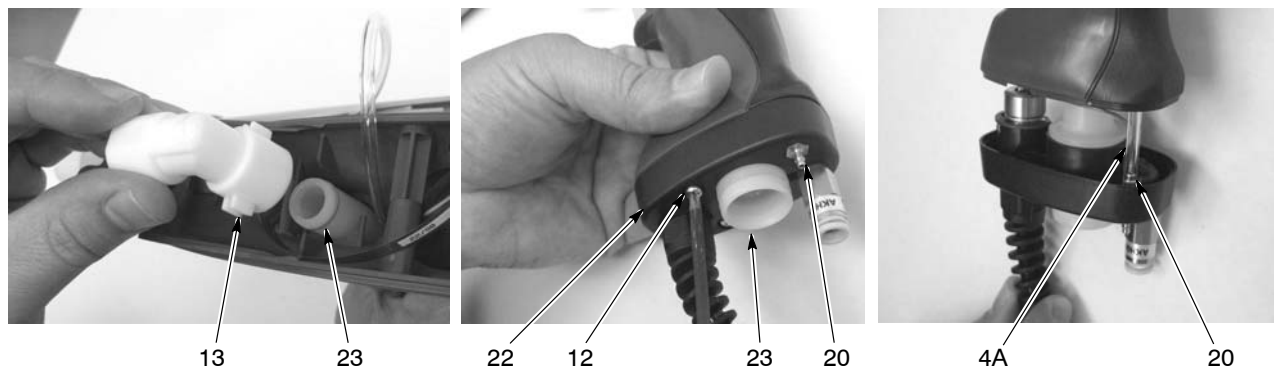

Рис. 5-7 Снятие колена и отсоединение основания от рукоятки
7. См. рис. 5-7. Снять колено (13) с впускной трубки (23).
8. Вывернуть два винта М3 х 20 (12) крепления основания рукоятки (22) к узлу рукоятки.
10. Стянуть бесцветную 4-мм трубку (4А, часть узла фильтра) с завершенного фитинга (20).